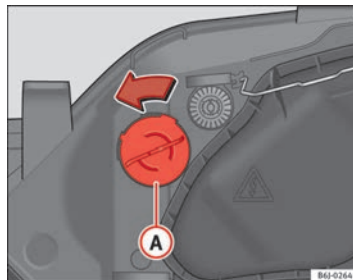

Abb. 156 Blinklicht
- Drehen Sie den Lampenträger ⇒ Abb. 156 A nach links und ziehen Sie.